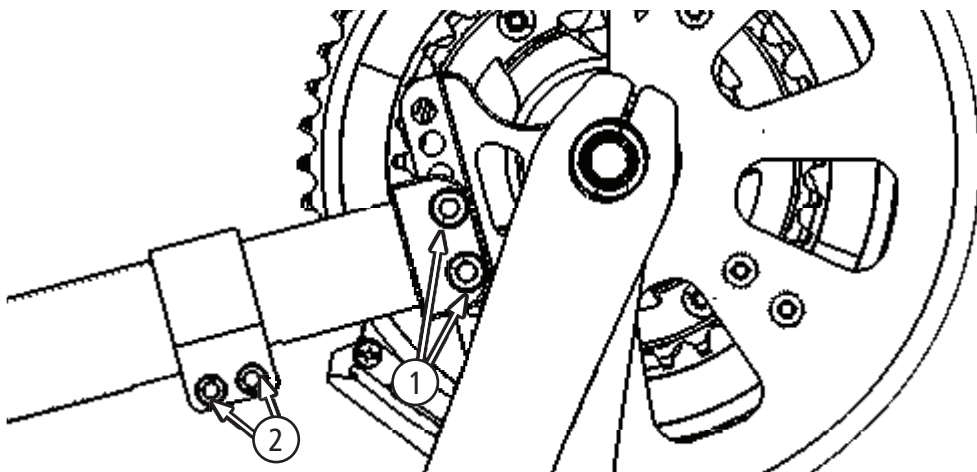

Figura 7 - Regulagem da altura e afastamento da manivela
**6.1 REGULAGEM DA ALTURA/AFASTAMENTO DA MANIVELA (Figura 7)**